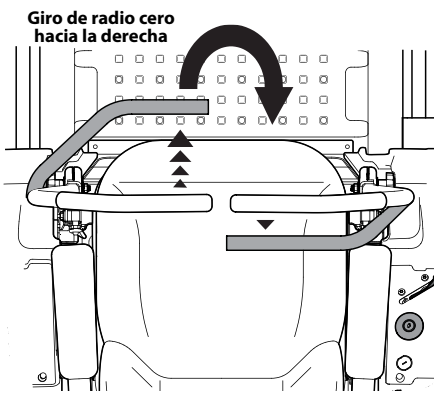

Figura 3-10
- Para girar hacia la derecha, mueva la palanca de control izquierda hacia adelante mientras mueve simultáneamente la palanca de control derecha hacia atrás. Consulte Figura 3-10.